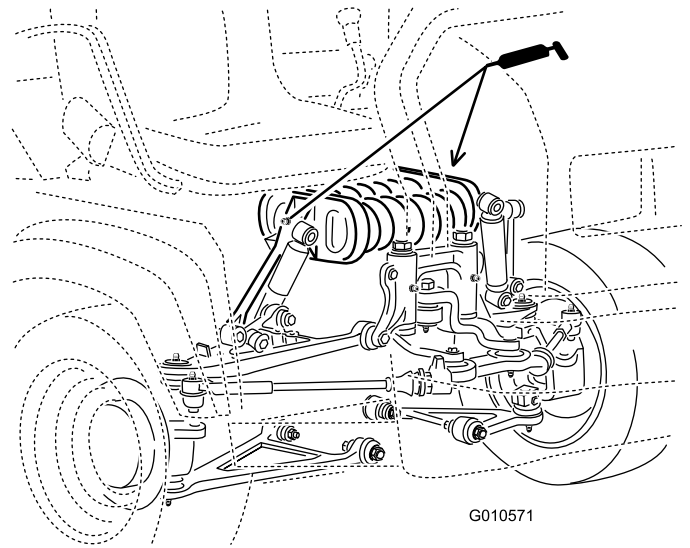

Figura 39
- Armazón del muelle (2) (Figura 39)